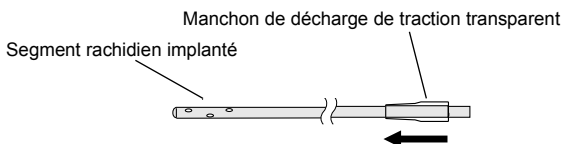

Figure 8. Mise en place du manchon de décharge de traction transparent sur le segment rachidien.
3. Glisser le manchon de décharge de traction transparent, la petite extrémité d'abord, sur le segment rachidien (Figure 8 à la page 32).